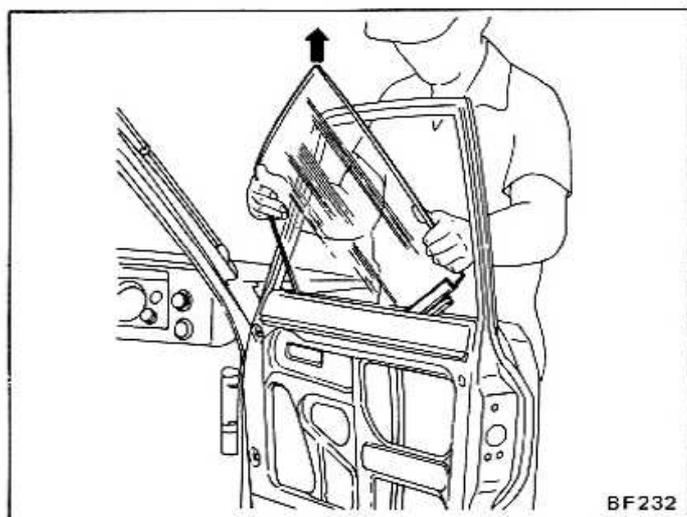

Fig. BF-51 Extraction de la vitre
4. Abaisser doucement la vitre puis la basculer hors de son encadrement, comme indiqué dans la figure BF-51.